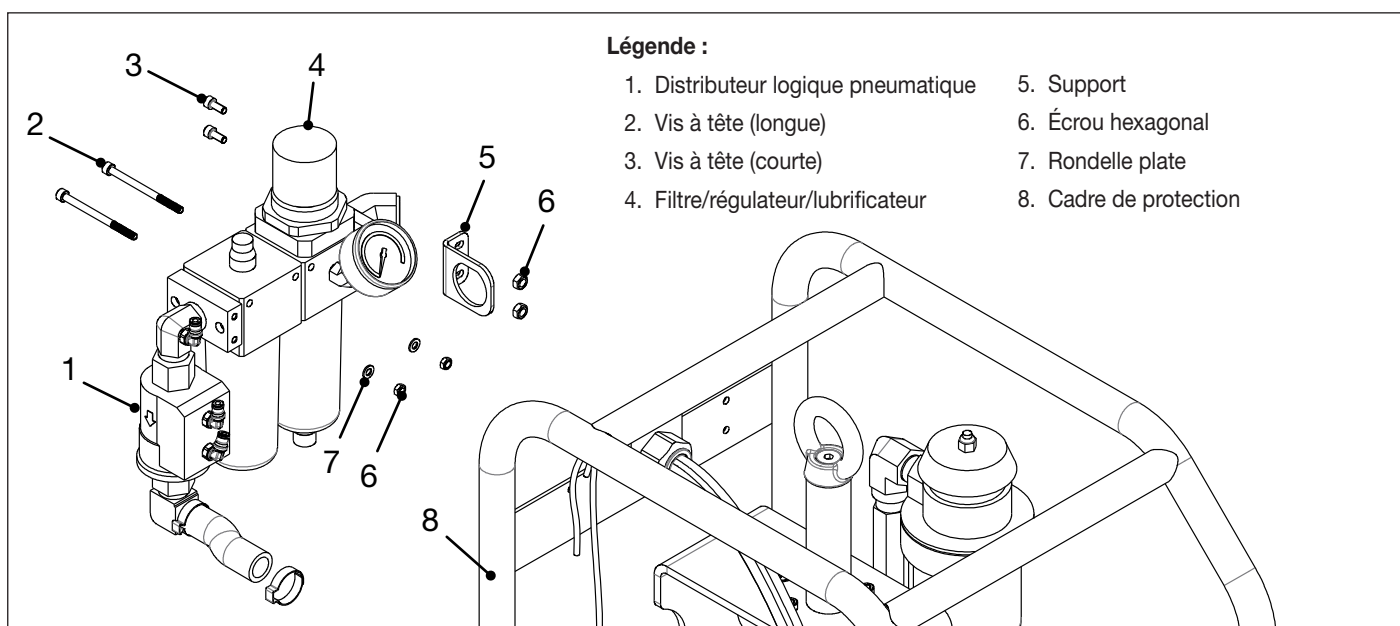

Figure 16 : Filtre/régulateur/lubrificateur, distributeur logique pneumatique et matériel de montage
- Retirez les deux vis à tête qui fixent le filtre/régulateur/lubrificateur au cadre de protection. Reportez-vous à la Figure 16.
- Retirez les deux vis à tête qui fixent le support au cadre de protection. Reportez-vous à la Figure 16.
21. Fixez le filtre/régulateur/lubrificateur sur le cadre de protection à l'aide de deux vis, rondelles et écrous hexagonaux. Appliquez du produit d'étanchéité Loctite 243 sur le filetage des vis et serrez selon une valeur comprise entre 6,2 et 7,3 Nm [55 et 65 in-lb]. Reportez-vous à la Figure 16.
22. Fixez le support sur le cadre de protection à l'aide de deux vis et écrous hexagonaux. Appliquez du produit d'étanchéité Loctite 243 sur le filetage des vis et serrez selon une valeur comprise entre 6,2 et 7,3 Nm [55 et 65 in-lb]. Reportez-vous à la Figure 16.